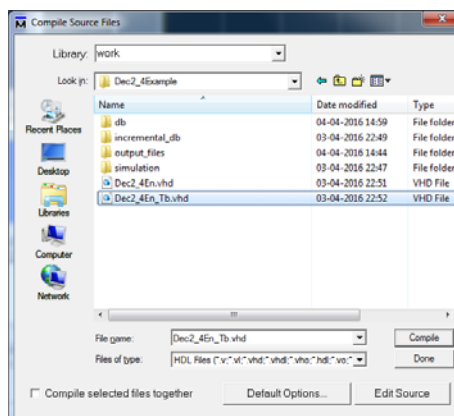

Figura 5 – Compilação da *testbench* “Dec2\_4En\_Tb.vhd”.
8. Compile a *testbench* através do menu “Compile → Compile”, selecionando o ficheiro “Dec2\_4En\_Tb.vhd” e premindo “Compile” (Figura 5).